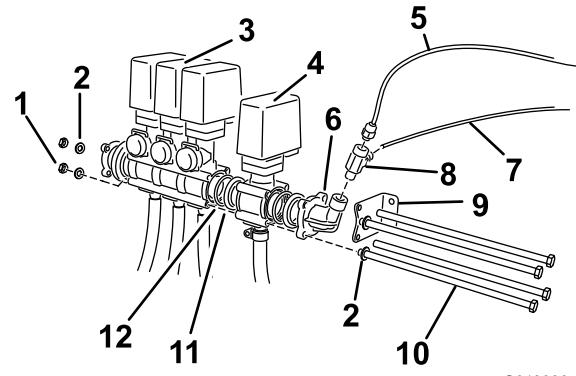

图5
4. 从散装零件中找到软管卷阀门总成, 并对齐安装到现有阀门总成上 (图5)。
6. 通过弯头适配器上的最靠近喷洒臂阀门安装支架的两个孔 (图5), 将支架重新定位至阀门总成末端。
7. 将两个长螺栓 (M8 X 260 毫米) 穿过安装支架, 插入最靠近安装轨的软管卷和喷洒臂旁通阀阀体中的顶部孔和底部孔 (图5)。
9. 使用剩下的两个带垫圈的螺栓 (M8 X 260 毫米), 通过阀体上的开孔将阀门总成紧固 (图5)。
13. 安装三通接头 (图5)